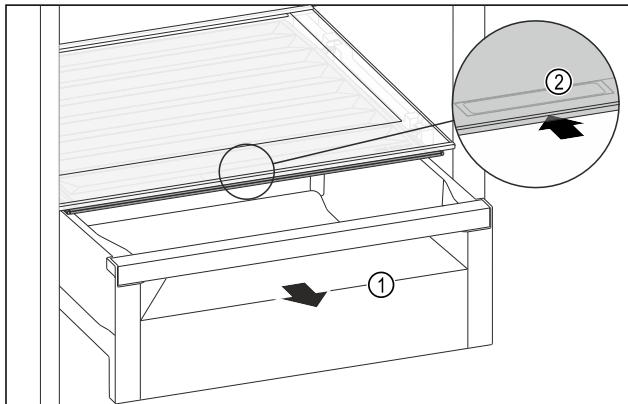

Fig. 138
- Изтеглете чекмеджето Fig. 138 (1).
- Хванете вдълбнатия захват Fig. 138 (2) на капака на отделението и едновременно с това избутайте назад капака на отделението.